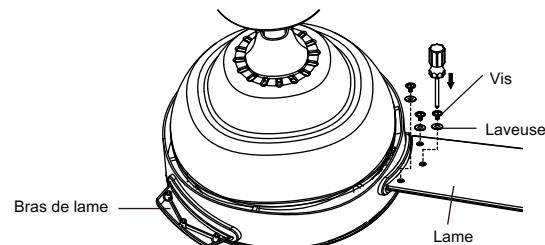

Fig. 20
Étape 1. Placez la lame au-dessus du bras de la lame avec des poteaux filetés montrant. Assurez-vous que le bord inférieur de la lame est entièrement assis contre le bras de la lame. À l'arme Phillips, démarrez une vis et une laveuse de lame dans le bras de la lame (ne serrez pas) et répétez pour les 2 vis et rondelles restantes. Resserrez votre vis solidement en commençant par la vis centrale. Assurez-vous que la lame est droite. Répétez les étapes pour les lames restantes. (Fig. 20)